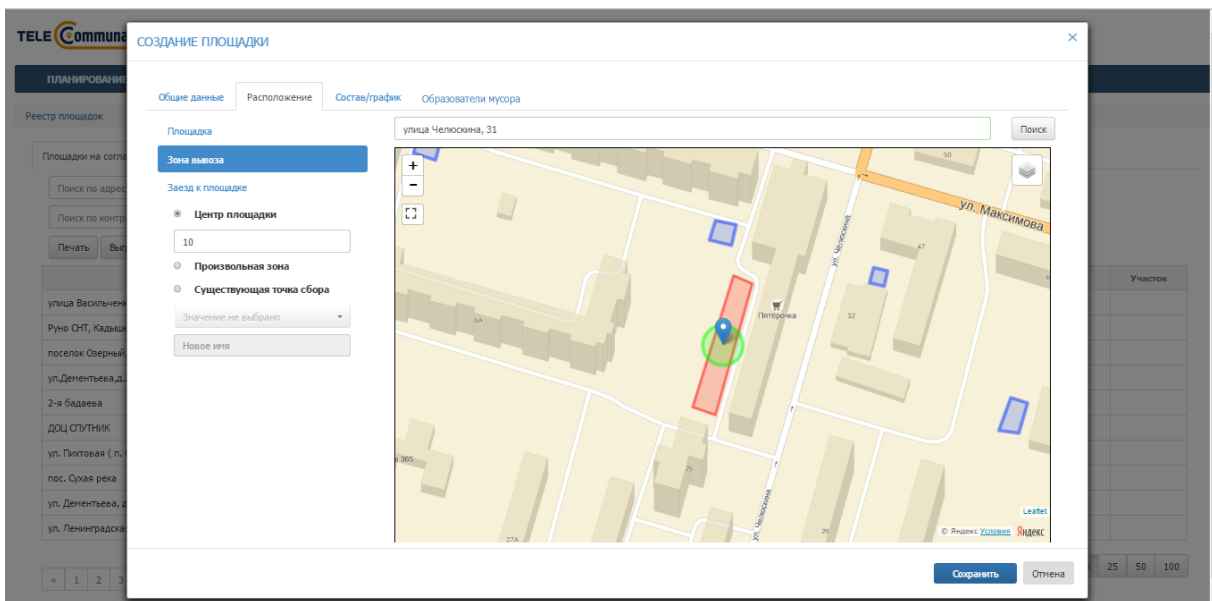

Рисунок 45. Зона вывоза совпадает с центром площадки
- 2) **Зона вывоза:** по умолчанию зона вывоза совпадает с центром площадки и радиус зоны вывоза составляет 10 м, радиус зоны вывоза можно менять в случае необходимости (Рисунок 45).